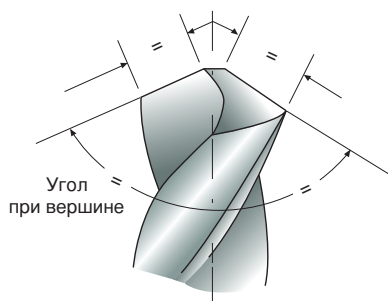

Рис. 8
**(1) По мере эксплуатации происходит износ режущих кромок сверла.**
**(2) Переточка**
- ① Заточить сверло, сформировав необходимый угол при вершине согласно условиям применения сверла (см. Рисунок 8)
- ② Убедиться, что обе режущие кромки заточены под одинаковым углом. Если угол при вершине составляет  $130^\circ$ , то каждая режущая кромка должна быть расположена под углом  $65^\circ$  к оси. Вершина сверла должна располагаться по центру, т. е. режущие кромки, идущие от вершины, должны иметь равную длину (см. Рисунок 8)